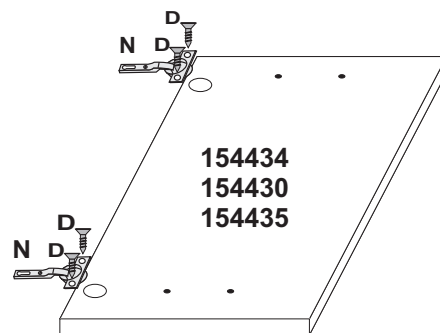

FIGURA 03
- 3 - Fixar a dobradiça nas peças 154434, 154430 e 154435 usando parafuso 35x12 (D). **FIGURA 03**
- 4 - Fixar o puxador (R) nas peças 154434, 154430, 154435, 154431 e 154432 usando parafuso 35x25 (G).
- 5 - Fixar a cantoneira de parede (M) nas peças 154440 e 151023, usando parafuso 6,0x60 (F) e bucha de fixação (K).